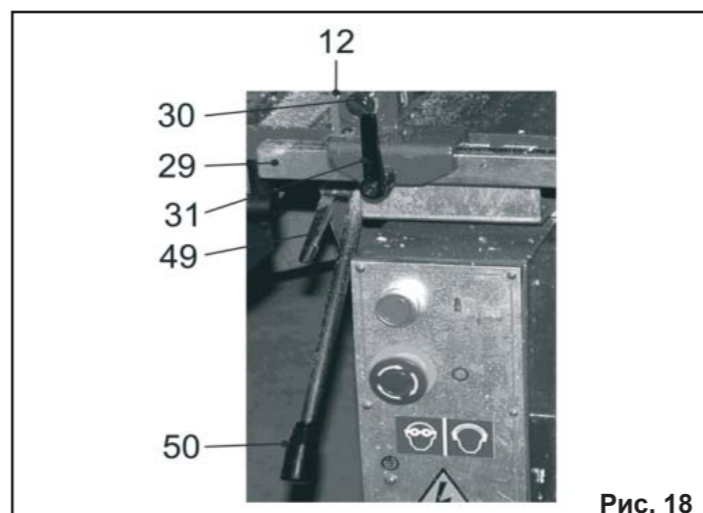

Рис. 18
- ослабьте фиксацию ручки (49). Рычагом (50), Рис. 18, установите пильный диск (18) (на необходимую высоту), Рис. 2, зафиксируйте положение ручки (49);